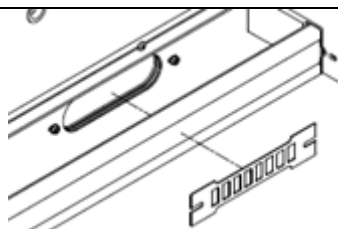

Figure 42
7. Il est possible d'installer une grille de sécurité supplémentaire sur l'évacuation des haricots. Pour ce faire, desserrez les deux vis M5 situées aux extrémités du trou et insérez les extrémités de la grille en fourche jusqu'à la butée dans l'une des vis, puis ressortez vers l'autre (fig. 42).